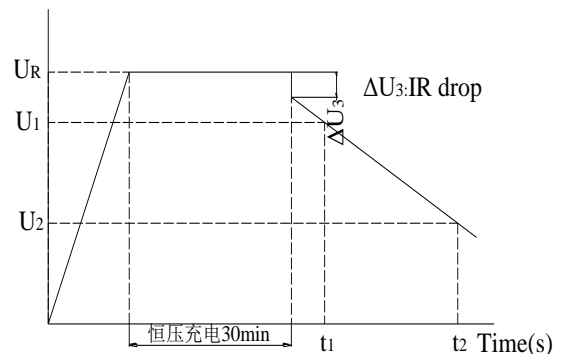

图 2 充放电曲线图
- (1) 将转换开关 S 切换到恒流/恒压源，以 5 mA 的电流给待测电容器恒流充电；
- (2) 在待测电容器的电压达到额定电压 U_R 后恒压充电 30min；
- (3) 在恒压充电 30min 后，将转换开关 S 切换到恒流放电装置以 5 mA 的电流恒流放电；测量电容器两端电压从放电开始到 U_1 (4.4 V) 和 U_2 (2.2 V) 的时间 t_1 和 t_2 ，如图 2 所示，根据下式计算电容器的容量：